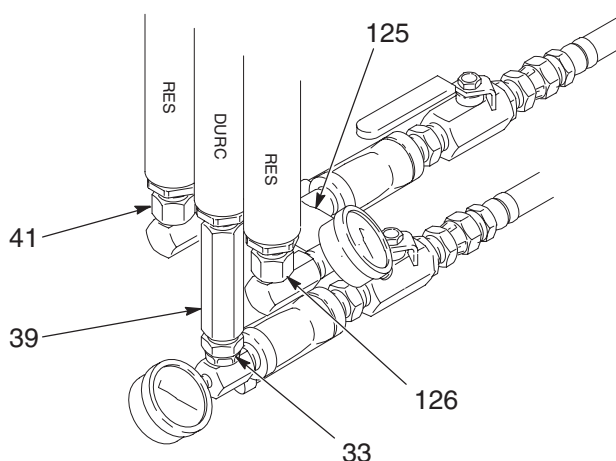

Fig. 21
Dévisser le raccord tournant (33) en bas du bas de pompe médian. Dévisser les raccords tournants (126) des bas de pompes extérieurs. Enlever le collecteur d'alimentation (125) monté sur les pompes extérieures. Dévisser le raccord droit (39) du bas de pompe médian. Voir Fig. 21.
1. Dévisser le raccord tournant (33) en bas du bas de pompe médian. Dévisser les raccords tournants (126) des bas de pompes extérieurs. Enlever le collecteur d'alimentation (125) monté sur les pompes extérieures. Dévisser le raccord droit (39) du bas de pompe médian. Voir Fig. 21.